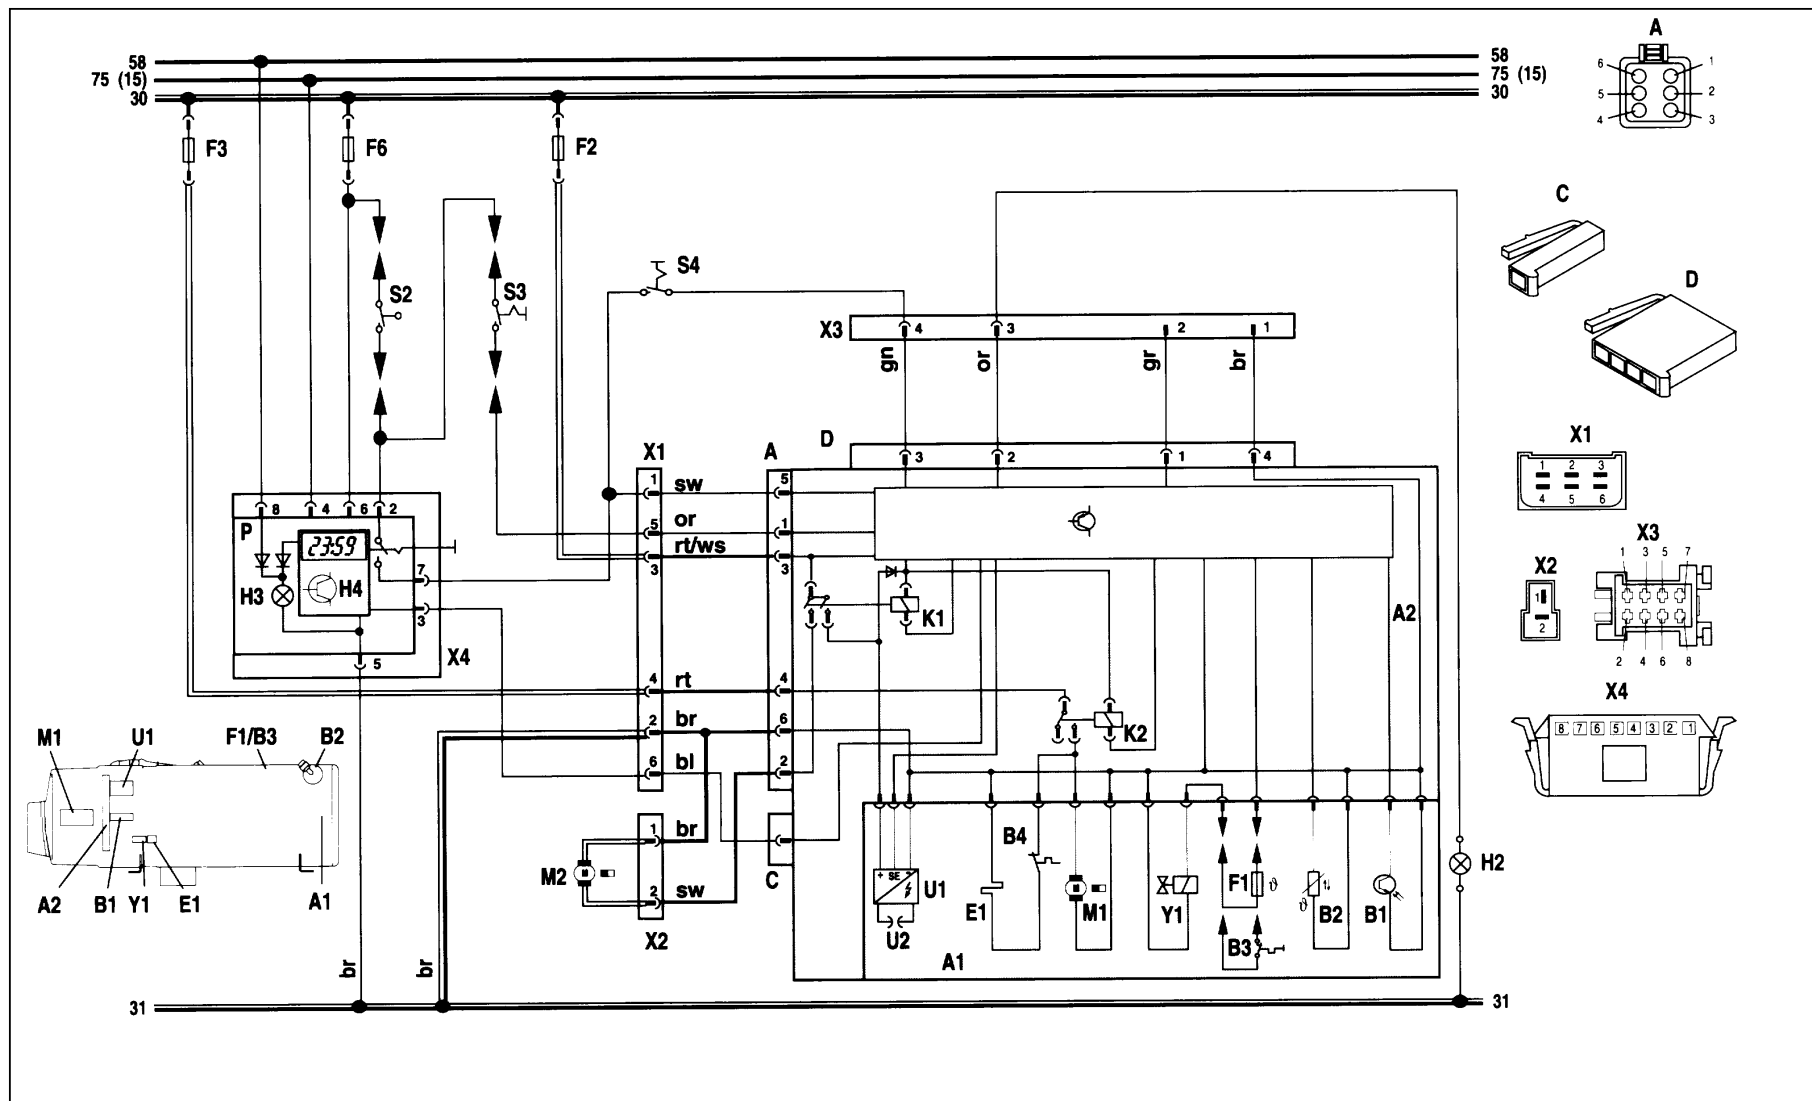

рис. 12 Электросхема отопителей DW/ Thermo 230, 300, 350, 24 В, с трёхпрограммным таймером, легенду см. стр. 9 и 12
- таймера (см. схему на рис. 12).